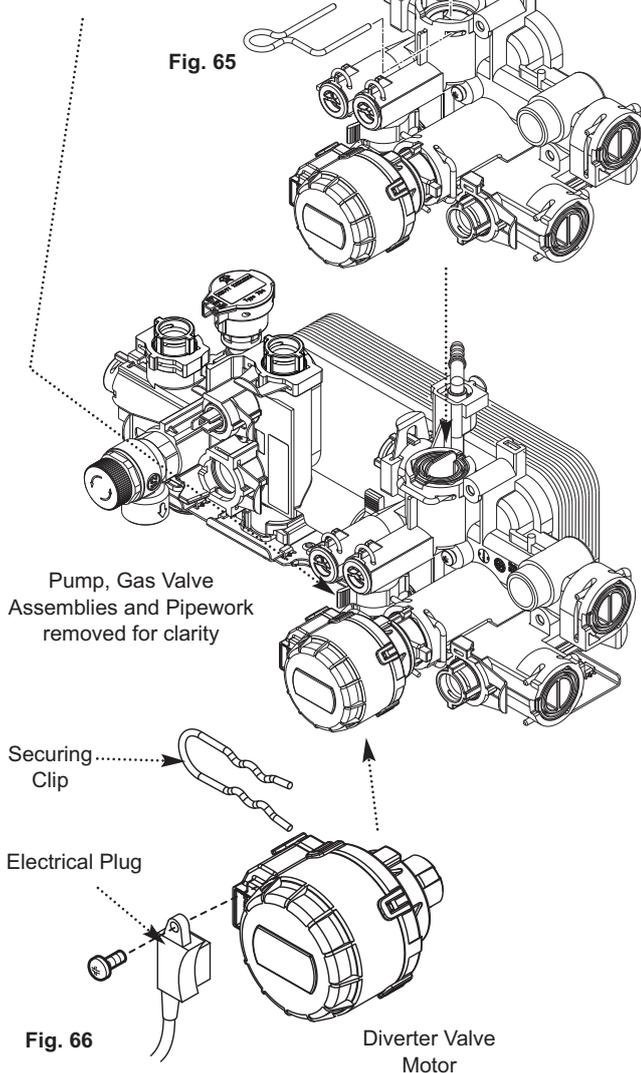

Fig. 65
10.3.19 DHW Flow Sensor ('Hall Effect' Sensor) (Fig. 65)